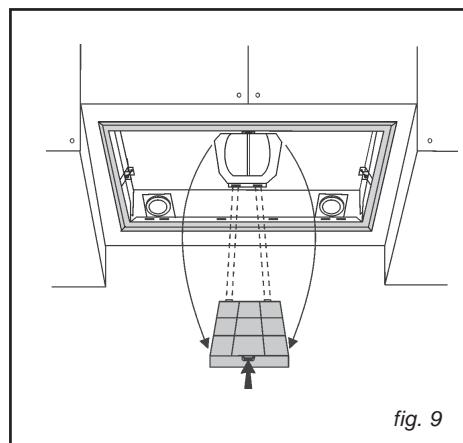

fig. 9
• **Austausch des Kohlefilters (Abb.9)**
Anschließend Kohlefilter herausnehmen; drücken Sie hierzu die Klammer in Richtung Geräteinnenseite und drehen Sie den Filter, bis die beiden Laschen aus ihren Sitzen heraustreten (Fig. 9).